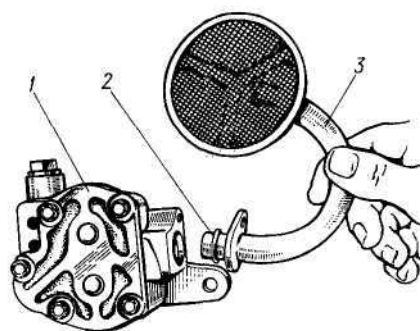

Рис. 44. Снятие маслоприёмника и уплотнительного резинового кольца:
- отвинтите болт крепления маслоприёмника 3 (рис. 44) к масляному насосу, снимите его и уплотнительное резиновое кольцо 2.